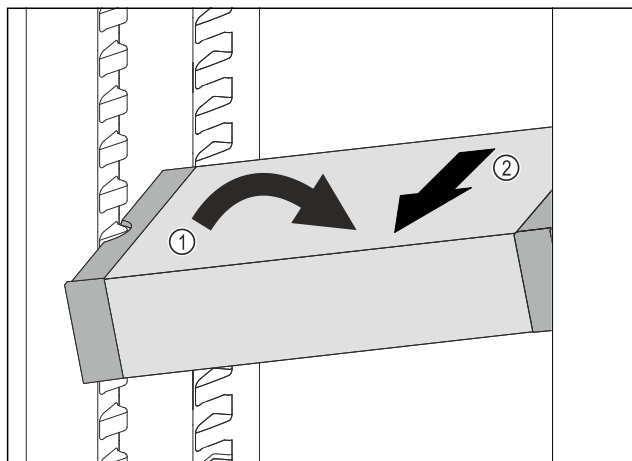

Fig. 152
- VarioSafe ustawić w chłodziarce pod skosem. Fig. 152 (1)
- VarioSafe wyjąć do przodu. Fig. 152 (2)